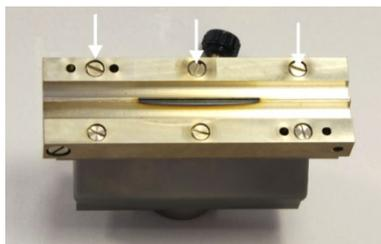

Fig. 47 Viti sulla ganascia anteriore del bruciatore
1. Svitare le viti della ganascia anteriore del bruciatore (freccia in Fig. 47)